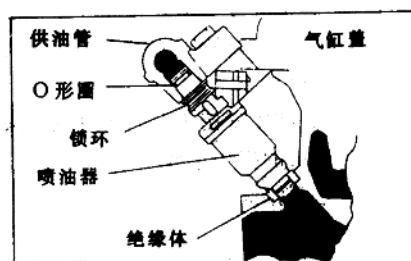

图 1-17
③扭矩扳手力臂长是 30cm, 扭矩值为 $30\text{N}\cdot\text{m}$ 。
- ①○型密封圈只能用一次。
- ②放置○型圈时要当心,不要将其损坏。
- ③安装前用汽油润滑一下○型圈。不能使用发动机油、齿轮油及制动液。并注意供油管安装时两边应均匀地插入(图 1-17)。